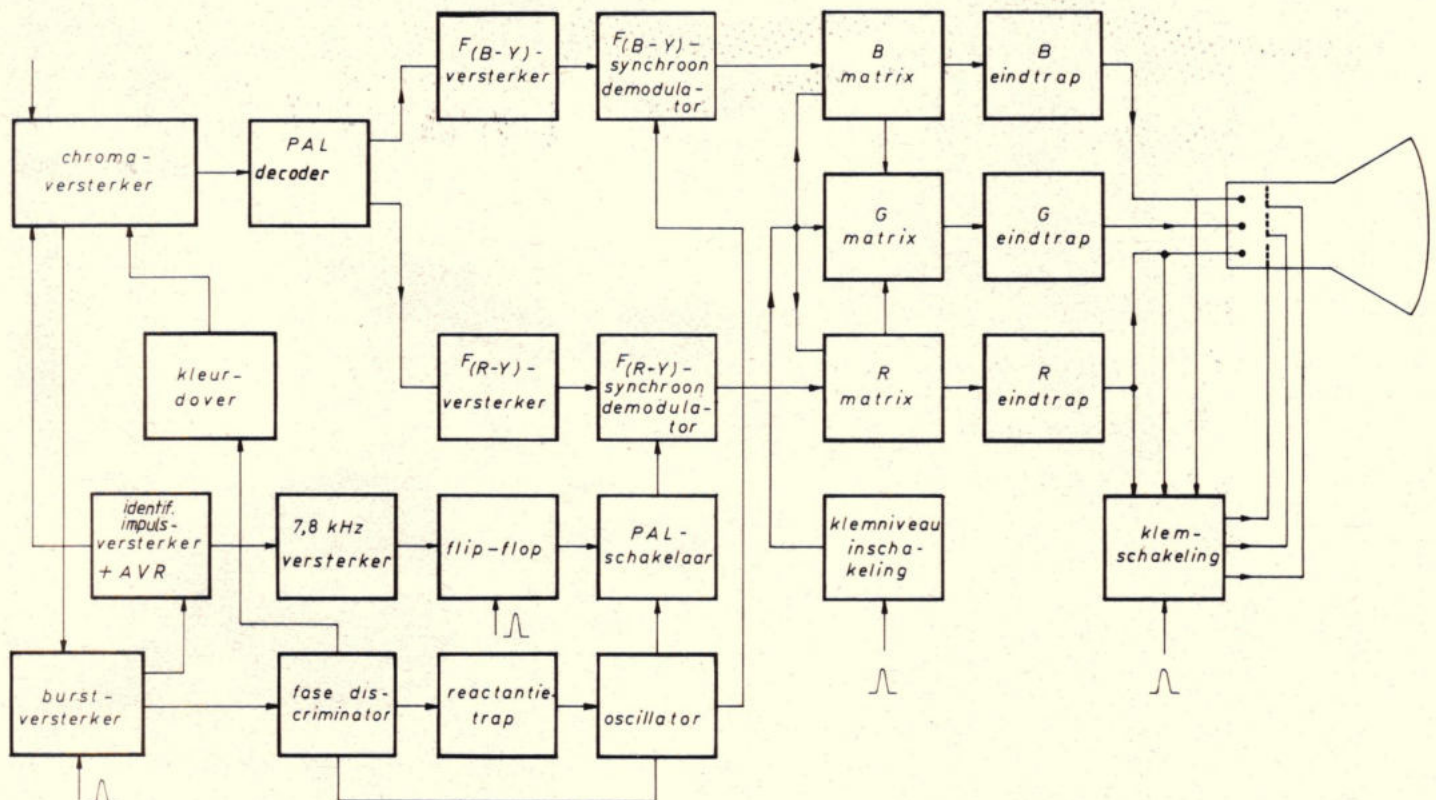

Fig. 25. Blokschema van kleurgedeelte van een ontvanger met RGB-sturing.
Een zeer opvallende storing in een KTV-ontvanger is wel het ontbreken van de kleur. In dit geval moet men, alvorens metingen te verrichten, de kleurdoover buiten werking stellen. Hoe dit dient te gebeuren is aangegeven in de bij het apparaat behorende servicedocumentatie. Meestal dienen hiertoe twee punten, bijvoorbeeld collector en emitter van een transistor of twee aansluitingen van een IC, te worden kortgesloten. Als deze handeling is uitgevoerd kan naar aanleiding van een beeldscherm-indicatie nader worden bepaald in welk deel van de kleurschakelingen het defect moet worden gezocht. Het in fig. 25 gegeven blokschema kan hierbij als leidraad dienen. Na buiten bedrijf stellen van de kleurdoover zijn er verschillende mogelijkheden.
- de polariteit van de regelspanning als functie van frequentieafwijkingen is afhankelijk van de in het concept gekozen reactantieschakeling. Voorbeeld: toename van regelspanning op stuurrooster van „klassieke” reactantiebuis veroorzaakt afname van oscillatorfrequentie; toename van regelspanning over varicap (fig. 25) veroorzaakt toename van frequentie.